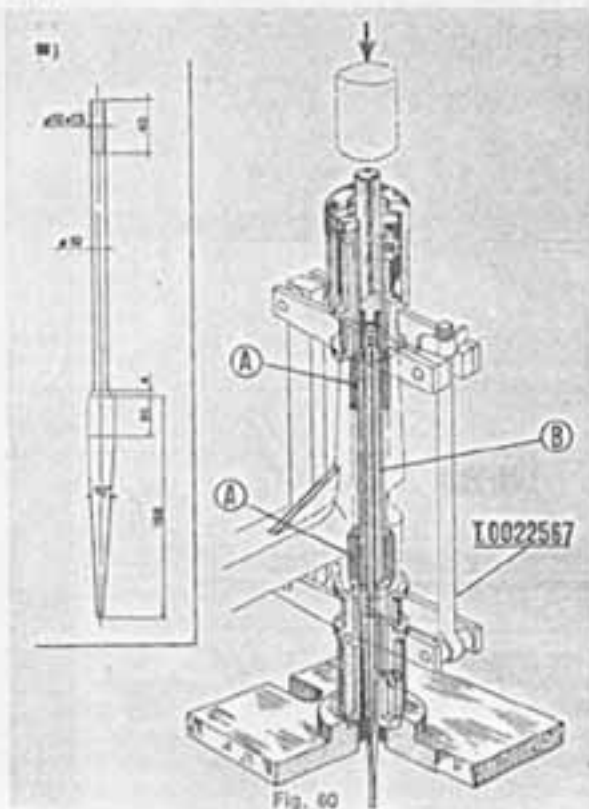

Fig. 60
2.a Operazione (Fig. 60): Infilare il tubo « B » nella spina (part. 12 dell'attrezzo) e fissarlo, avvitando sulla spina il part. 17. Applicare come in figura il gruppo suddetto e, alla pressa, montare il tubo (preventivamente lubrificato con la soluzione di « Acquarex ») entro i tamponi « A ».